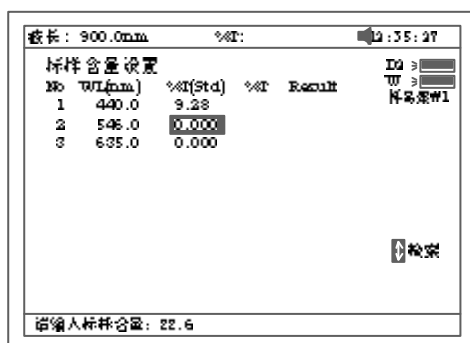

图 91
- b. 按【F1】键进入“标样设置”编辑界面，输入标样后按【ENTER】确认(图 91).按【↑】或【↓】键可输入更多的标样。按【CLEAR】键可以清掉已输入的标样。按【ESC/STOP】键退出该界面。